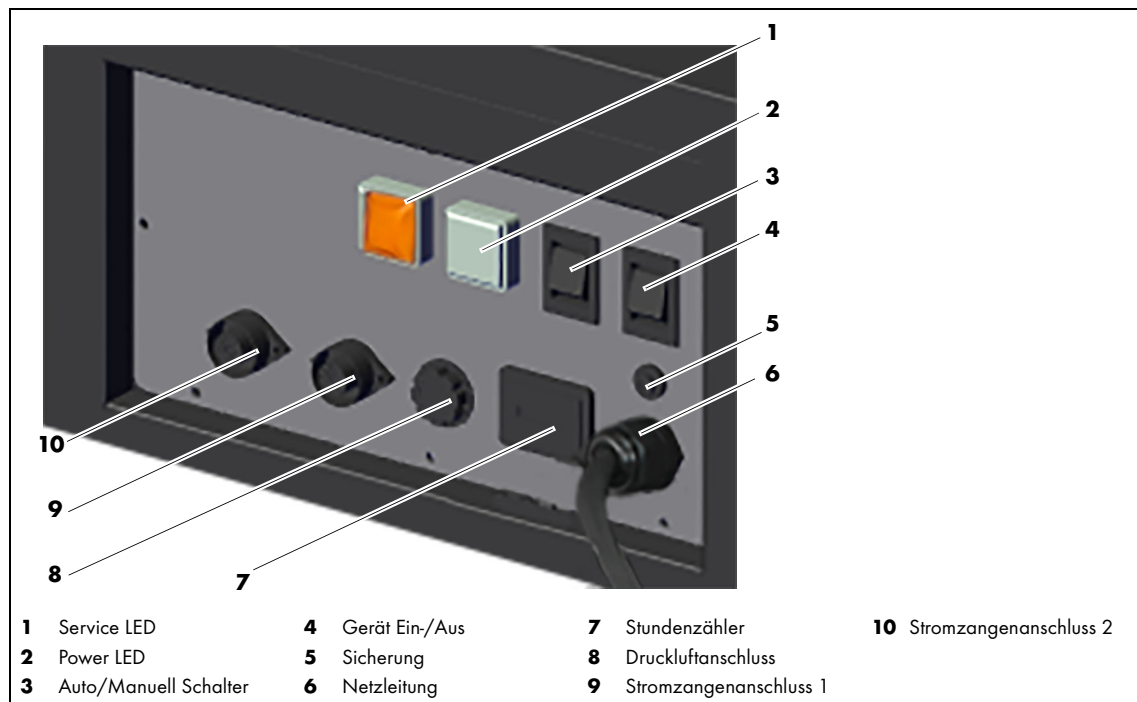

Abb. 5 Bedienelemente/Anschlüsse
⇒ Abb. 5 auf Seite DE-14.
⇒ Abb. 5 Bedienelemente/Anschlüsse auf Seite DE-14
- 1 Schweißrauch-Absauggerät am Schalter Gerät Ein-/Aus **(4)** ausschalten (Abb. 5).
- 1 Schweißrauch-Absauggerät am Schalter Gerät Ein-/Aus (4) ausschalten (Abb. 5.).
- 1 Schweißrauch-Absauggerät am Schalter Gerät Ein-/Aus **(4)** ausschalten (Abb. 5.).